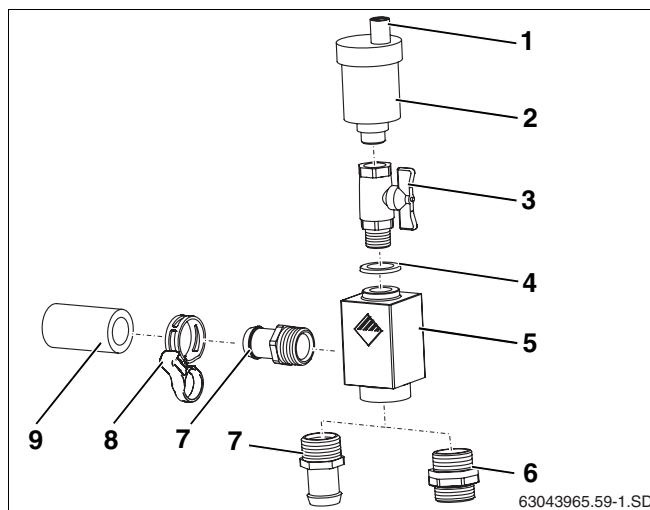

Fig. 37 Volumen de suministro del juego universal de purgador
El equipo solar se purga (fig. 37, **pos. 1**) a través del tornillo de cierre. Para que no pueda penetrar humedad en el equipo solar a través del tornillo de cierre, la tapa de protección de intemperie (fig. 37, **pos. 1**) debe estar siempre posicionada durante el funcionamiento sobre este tornillo.